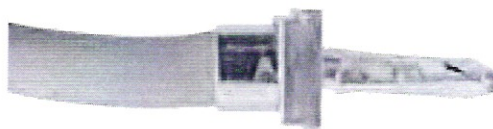

Рисунок 18 – Монтаж обжимной муфты
6.5 Сдвинуть обжимную муфту на обжимной фланец (рис. 18).